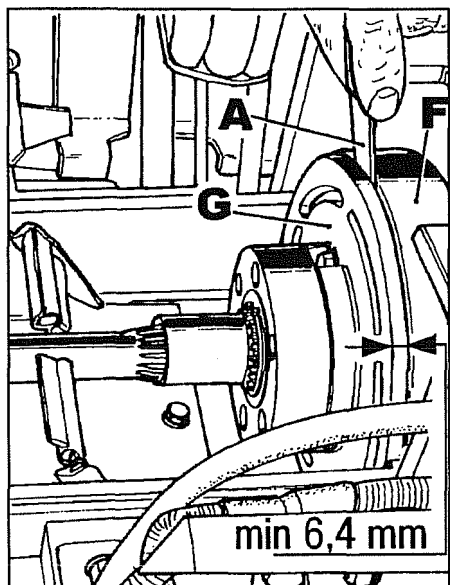

Fig. 8
- 6.1 Registrar con un calibre de espesor A fig. 8 la distancia entre los discos F y G.
Antes de la regulación, medir el espesor del disco G fig. 8 que no debe ser igual ni inferior a **6,4 mm**, ya que si así fuera se haría necesaria la sustitución del embrague.